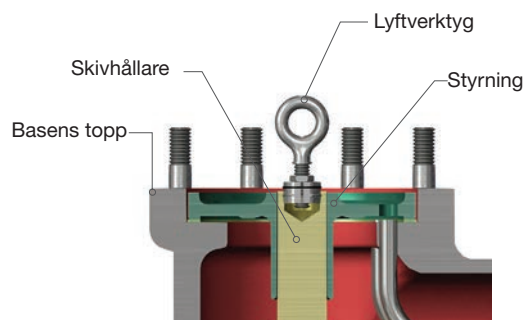

Bild 16: Lyftverktyg för genomströmning M till U
- Använd en skruvmejsel för att trycka ihop spindelfixeringen (16).
- Ta bort spindeln (15).
- För in lyftverktyget (se bild 16) i skivhållarens spindelficka och dra åt öglebulten.
- Ta bort skivhållaren (8) och skivan (6) genom att lyfta upp lyftverktyget.
- Använd lyftklackarna för att lyfta skivhållaren (8) och ta bort alla interna delar (se bild 16).